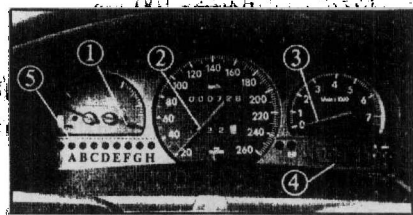

图 1-3 组合仪表
组合仪表见图 1-3。
1) 制动系统警报灯(图 1-3 中的“A”)。打开点火开关后,该灯方起作用,但需制动系统处于下列状态时灯才亮。
2) 机油压力警报灯(图 1-3 中的“B”)。点火线路接通后该灯即闪烁,发动机启动后必须自动熄灭。
3) 冷却液温度/液面警报灯(图 1-3 的“C”)。打开点火开关后,该灯闪亮数秒钟后熄灭。如果数秒钟后该灯仍不熄灭,或者行驶时因冷却液温度过高,液面过低该灯闪亮同时蜂鸣器报警,则务必停车,关闭发动机,检查冷却液面,按规定添加冷却液。
4) 发电机警报灯(图 1-3 中的“D”)。点火开关接通后该灯亮,发动机启动后此灯必须熄灭。
5) 燃油警报灯(图 1-3 中的“E”)。当燃油箱内存油量不足 10 L 时,该灯即闪亮报警,同时燃油表指针达到备用区的起点。
6) 停车/位置指示灯(图 1-3 中的“F”)。当位置打开时指示灯亮(绿色)。
7) 远光指示灯(图 1-3 中的“G”)。远光灯或超车大灯接通时,该灯亮。
8) 转向信号指示灯(图 1-3 中的“H”)。打开转向指示灯的同时,该灯也随之一起闪动。如果有一个转向灯出现故障,该指示灯的闪动频率将加快一倍。
9) ABS 警报灯(图 1-3 中的“I”)。在点火开关打开,发动机启动后,如果 ABS 系统无故障,系统自检过程结束后(约 3 s),警报灯熄灭。